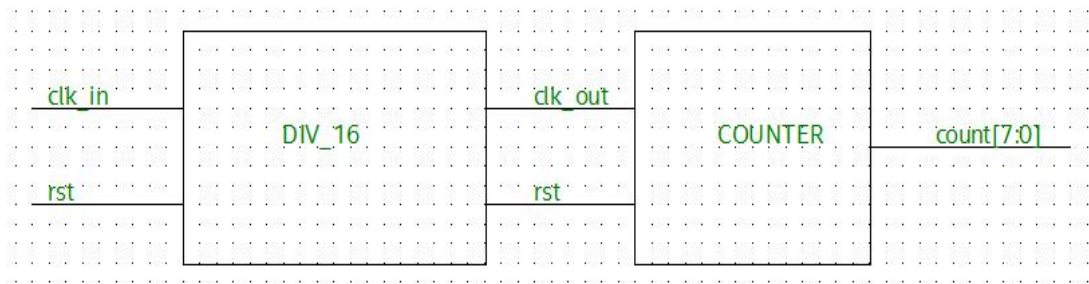

图 17 层次化设计模块图
16.根据下图 17 所示的层次化设计模块图，包含一个分频器模块和一个计数器模块，分频输出驱动计数器，设计相关电路模块，同时设计测试模块（DIV\_16\_tb）。